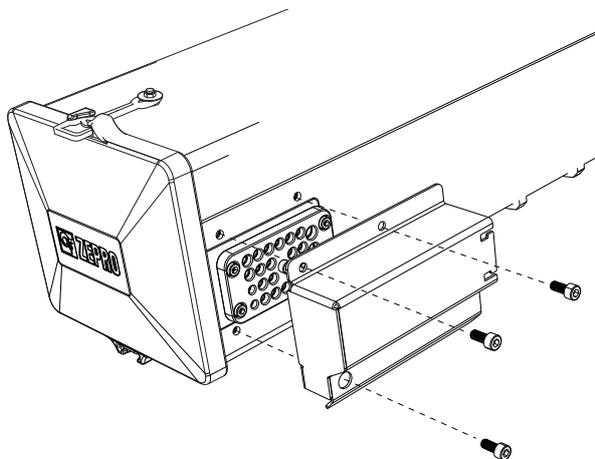

Abb. 80. Die Schutzabdeckung der Kabeldurchführung ist mit drei Schrauben befestigt.
1. Entfernen Sie die mit drei Schrauben befestigte Schutzabdeckung der Kabeldurchführung, siehe Abb. 80.
2. Bringen Sie die Schutzabdeckung der Kabeldurchführung mit den drei dazu gehörenden Schrauben wieder an, siehe Abb. 80.